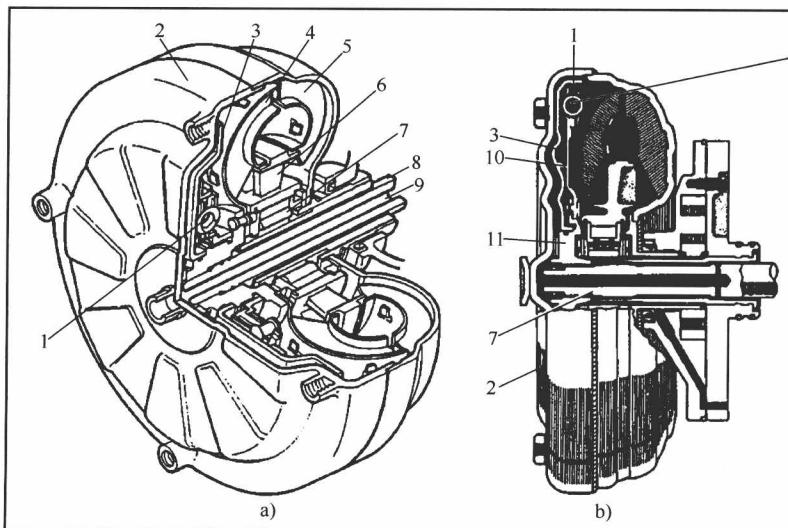

图1-2 锁止式液力变矩器的结构
- ① 由湿式锁止离合器和综合式变矩器两部分组成，如图1-2所示。
- ② 锁止离合器由主动部件、从动部件和液压控制部件三部分组成，安装在变矩器壳体前盖与涡轮之间。
- ③ 主动部件为变矩器壳体前盖，从动部件为可沿轴向移动的锁止压盘和减振盘，主、从动件接触面均粘附有摩擦材料；控制部件由油道和液压油组成。